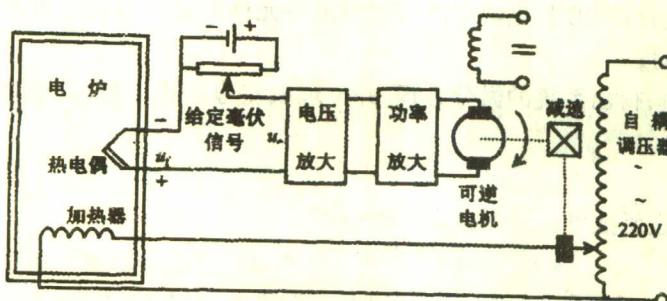

图1-12 位置随动系统方框图
- (1) 比较开环控制系统和闭环控制系统的不同。
- (2) 比较恒值控制系统和随动系统的特点。
- (3) 用方框图说明负反馈控制系统的组成、特点和工作原理。
**习题1-2** 角位置随动系统工作原理图如图1-12所示,试简述其工作原理并画出系统方框图。
**习题1-3** 炉温控制系统如图1-12所示,要求
- (1) 指出系统输出量、给定输入量、扰动输入量、被控对象和自动控制器的各组成部分,并画出其方框图。
- (2) 说明该系统是怎样消除或减少偏差的。